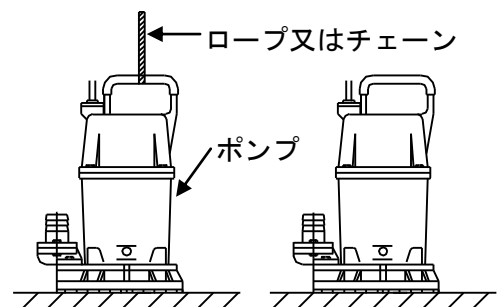

図 2
- (1) 運搬ならびに据付時はケーブルを絶対に引っ張らないでください。取手又は、取手にロープを取りつけて行ってください。
- (2) 平らな硬い場所を選んで立置きに据え付けてください。(図 2)
- (3) 水中ケーブルは車のタイヤ等で踏まれないように設置してください。
- (4) できるだけサニーホースがつぶれない状態でご使用ください。
- (5) 配管末端は水中に入れないでください。ポンプを停止したとき逆流します。